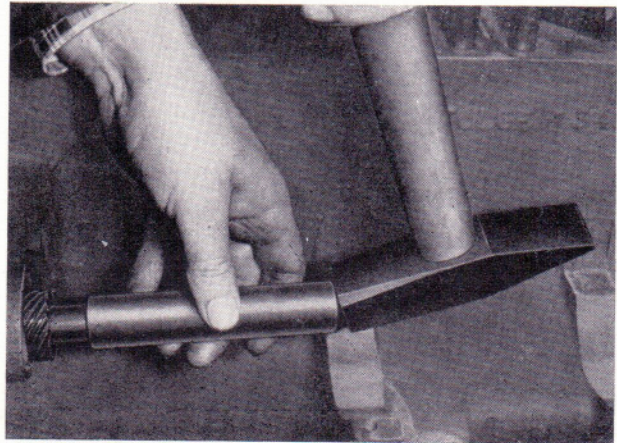

Bild 55
- Von der Einspritzpumpenseite her die Antriebswelle mit der Schlaghülse 27 01752 008 soweit heraus schlagen, daß die Rillenkugellager frei sind (Bild 55).